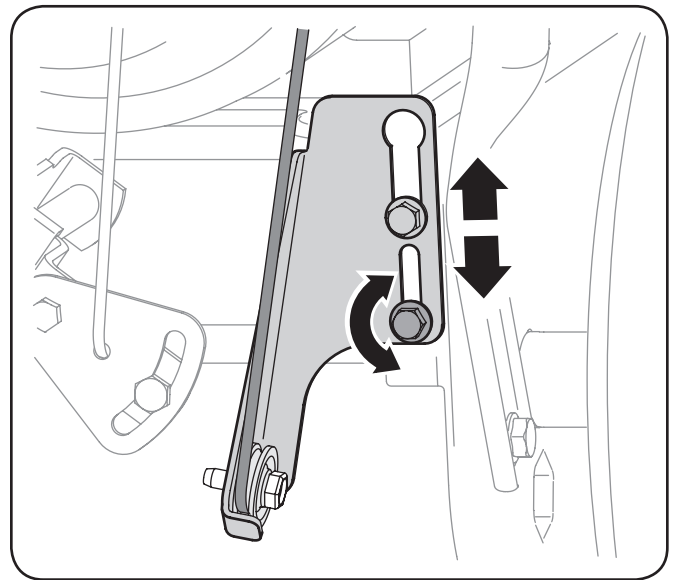

Figura 6-5
2. Afloje el tornillo hexagonal inferior del soporte del cable de la transmisión. Consulte la Figura 6-5.